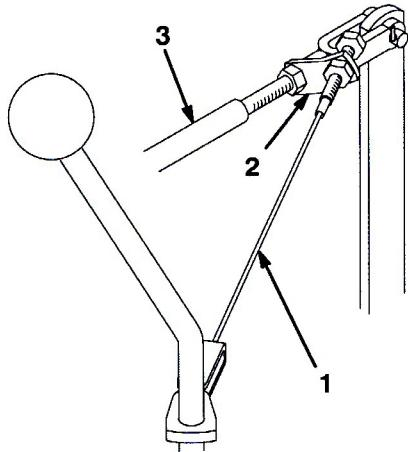

図 51
1. ケーブル・アセンブリを芝刈り・昇降コントロール・ロッド・プラケットに固定している前ジャム・ナットをゆるめる。（図51）。
3. 芝刈り・昇降コントロール・ロッドを後ろの位置に固定したまま、ケーブルのたるみが完全になくなるまで後ロックナットを締める（図51）。締め過ぎないように注意すること。